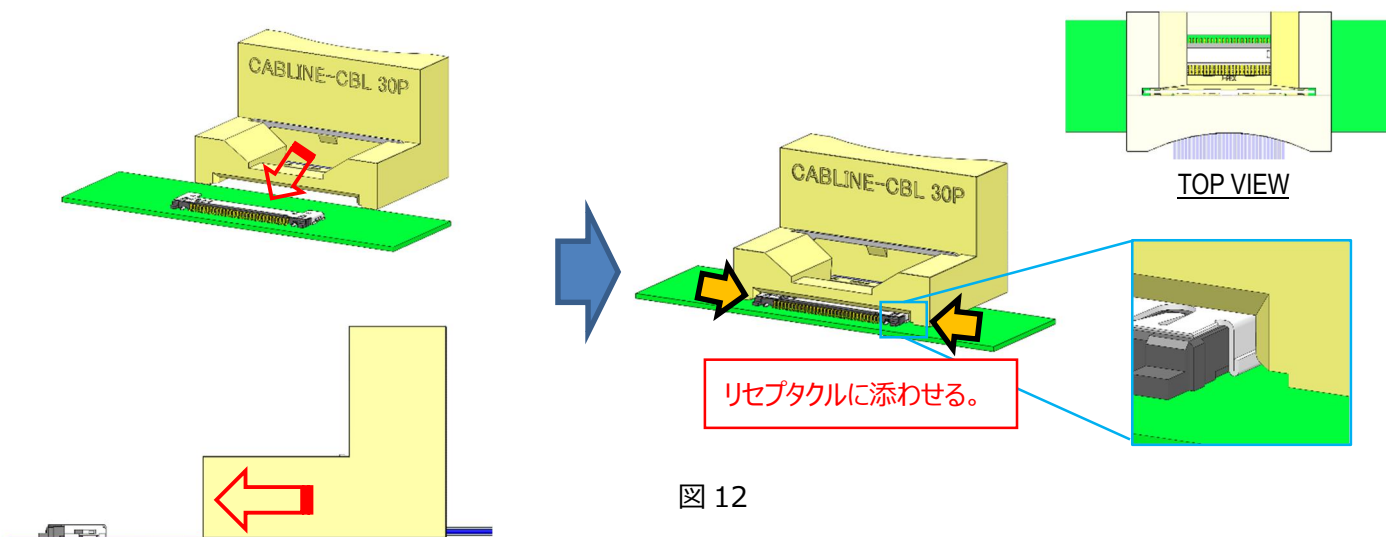

図 12
- ② プラグコネクタを取り付けた JIG を図 12 の様にセットする。